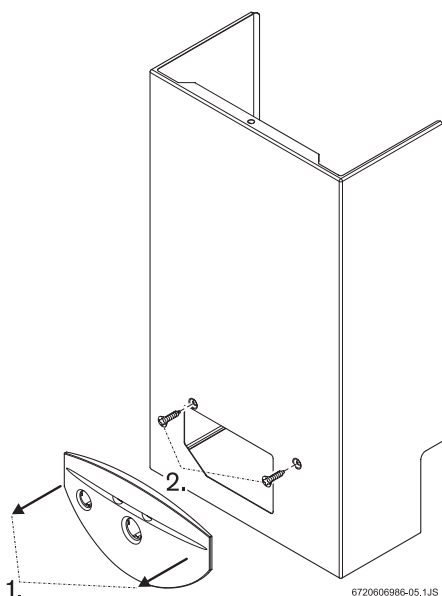

Fig. 8 Retirar a frente
- ▶ Retire o espelho do aparelho, para tal basta puxá-lo ligeiramente na sua direcção (Fig. 8, pos. 1).
- ▶ Desaperte os dois parafusos (Fig. 8, pos. 2).